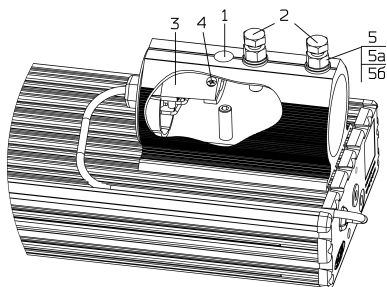

Рис. 2. Консольное крепление.
8.1. Установить консольное крепление (если не установлено) на светильнике (рис. 2), вынуть крышку 3 и заглушку отверстия 1, зафиксировать консольное крепление на светильнике установочным винтом через отверстие 1, закрыть отверстие заглушкой.